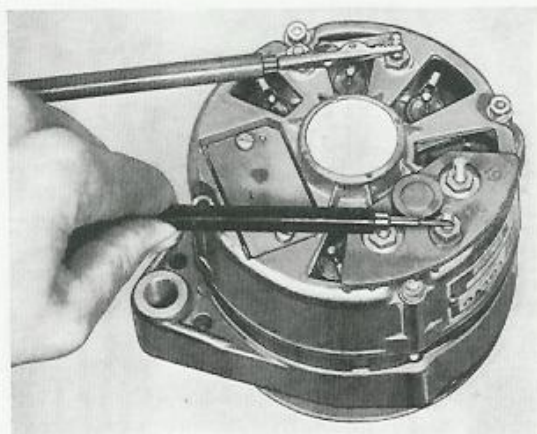

Bild 38. Kontroll av generator
7. Anslut testlampan mellan B+ och generatorstommen. Koppla om anslutningarna. Lampan skall bara lysa i den ena riktningen, bild 38. Efter reparation bör generatören provköras i provbänk.